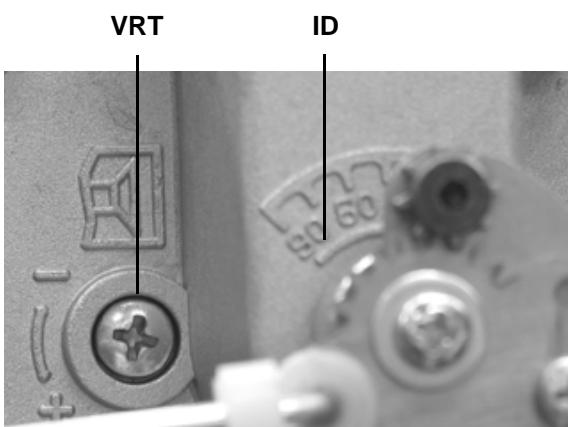
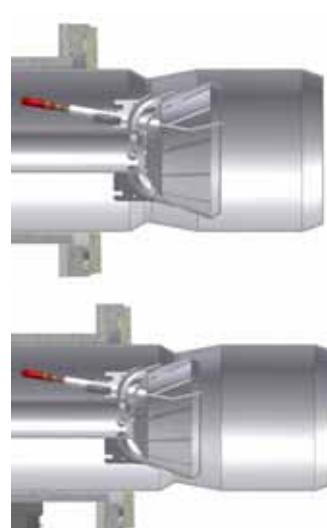

Рис. 11
Рис. 12: Голова сгорания, выдвинутая полностью вперед
- На заводе-изготовителе голова сгорания горелки настраивается на положение максимальной мощности "MAX". Настройка на максимальную мощность соответствует положению головы "выдвинута полностью вперед" - для стандартного типа горелок (Рис. 12) и положению "полностью назад" - для горелок с низкими выбросами NOx (Рис. 13). Установка головы в положении "полностью вперед" - подразумевает под собой ее выдвижение внутрь камеры сгорания котла, в то время положение "полностью назад" означает - в сторону оператора. Что касается работы на сниженной мощности, необходимо последовательно сдвинуть голову сгорания по направлению положения "МИН", вращая винт **VRT** (Рис. 11) по часовой стрелке. Индикатор **D** указывает на перемещение головы сгорания.